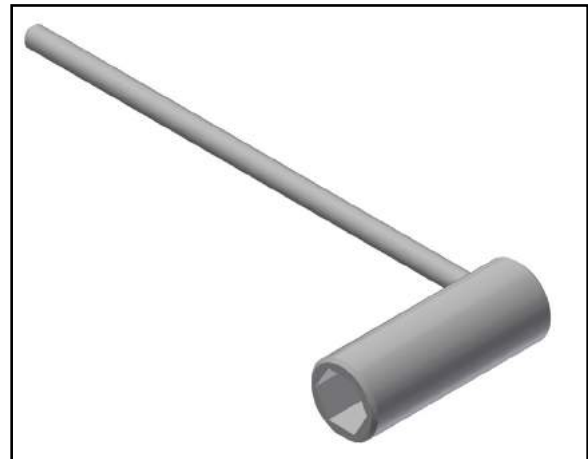

FIGURE 5-3. CLÉ DE RÉGLAGE DU ROULEAU (P/N 86988)
5. Placez la clé de réglage du rouleau (voir Figure 5-3) sur la douille excentrique et desserrez la vis de blocage avec une clé Allen de 5/16". Réglez la douille excentrique tel que le rouleau touche à peine la rainure dans la couronne dentée.